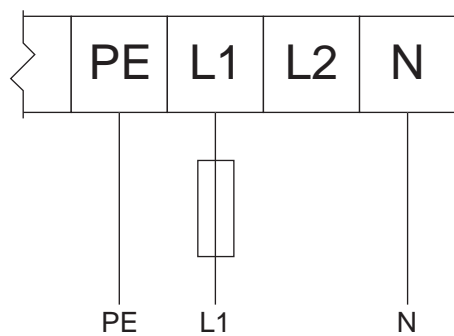

Figure 8 120 V ca ingresso monofase/240 V ca uscita trifase
6. Collegare i fili dell'alimentazione ai terminali dell'alimentazione nell'involucro del VFD. Vedere la tabella 3 e le figure 8–12, in funzione del sistema.